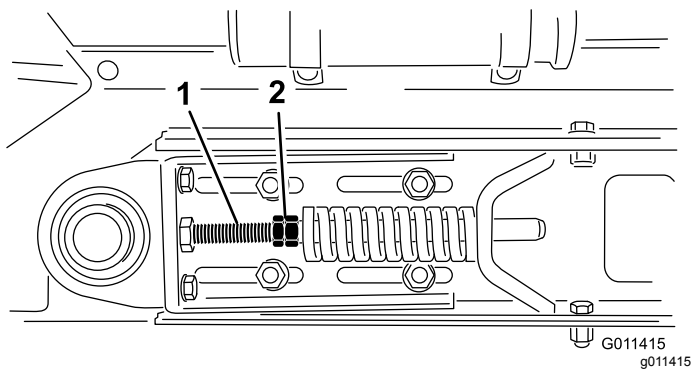

**Figura 30**
2. Rimuovete la falsamaglia dalla cinghia e la cinghia dalla ruota dentata minore (Figura 30).